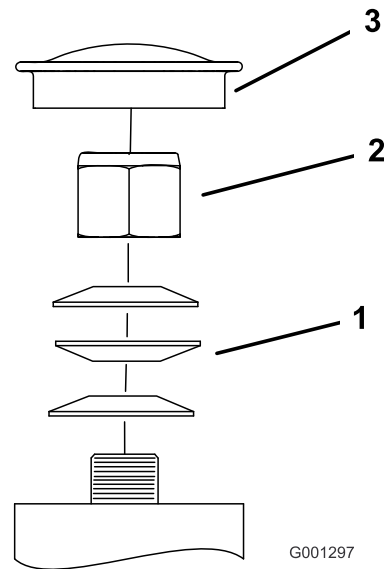

Figura 71
3. Togliete il coperchietto antipolvere dalla ruota orientabile e serrate il dado di bloccaggio (Figura 71).
4. Serrate il dado di bloccaggio finché le rondelle elastiche non sono piatte, quindi allentate di un quarto di giro per mettere a punto il precarico sui cuscinetti (Figura 71).
**Importante:** Verificate che le rondelle elastiche siano correttamente montate, come riportato nella Figura 71.
5. Montate il coperchietto antipolvere (Figura 71).